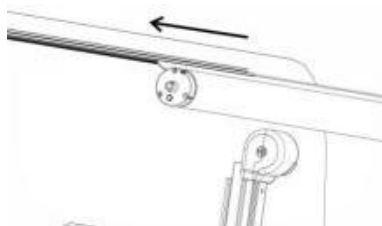

Figure C19
3.6 Odłącz część materiału od rury nawijającej markizę i przewlec ją przez szynę materiału pojazdu (rysunek C19).